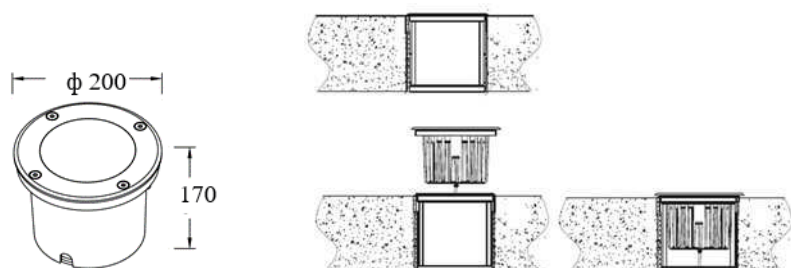

Рис. 1
2.2 Габаритные, установочные размеры и крепежные элементы представлены на рис. 1